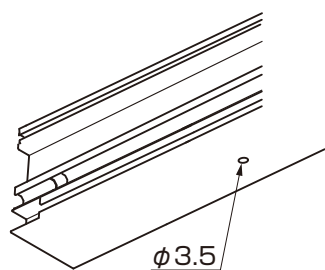

図1-9
- φ3.5の穴あけ位置は現場に合わせて使いやすい位置に穴をあけてください。(図1-9参照)